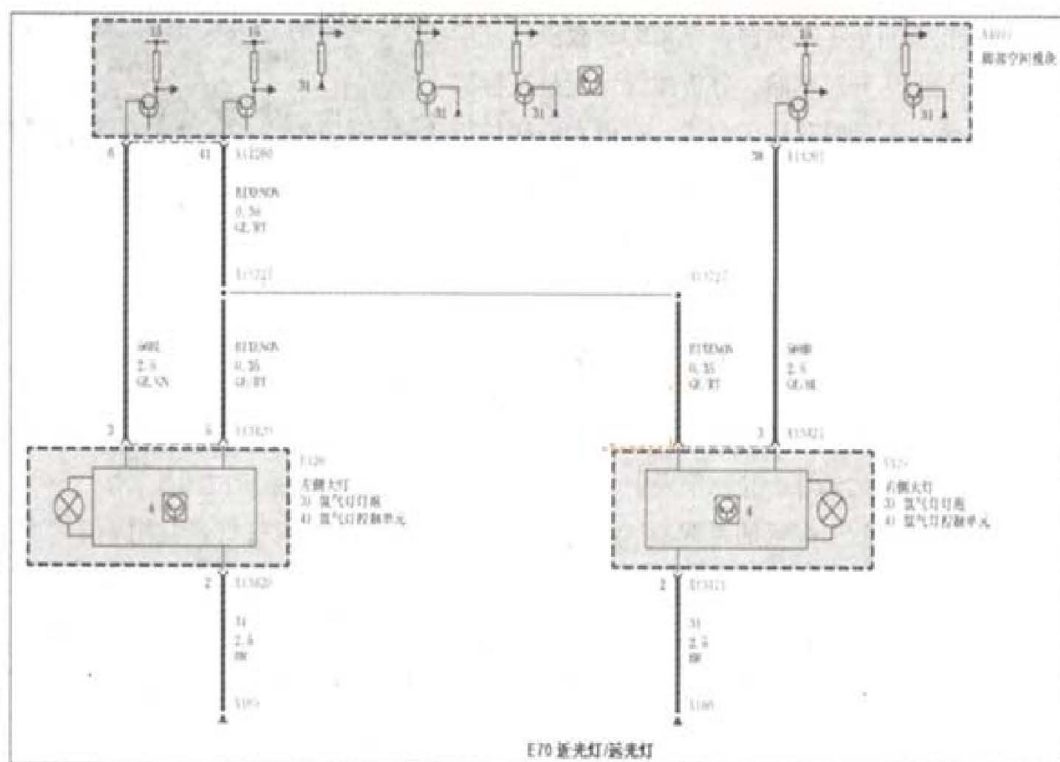

图1 脚部空间模块相关电路
- 4). 接下来根据故障内容执行检测计划，检测计划中给出了脚部空间模块对氙气大灯的控制电路图，如图 1 所示。脚部空间控制模块端子 X14260 的 6 号脚和氙气灯控制单元端子 X13420 的 3 号脚之间的导线是左前氙气大灯的控制单元的供电线路，X14261 的 38 号脚和氙气灯控制单元端子 X13421 的 3 号脚之间的导线是右前氙气大灯的控制单元的供电线路。断开端子 X13420 和 X13421，分别测量两个 3 号脚和接地之间的电压，X13420 端子的 3 号脚有 12.45 V 的供电电压，X13421 的 3 号脚只有 5~7V 的供电电压，说明右前氙气灯控制单元的供电电压太低，所以造成右前近光和远光的不亮。